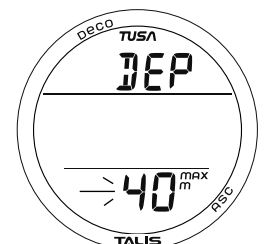

Abb. 32 - TIEFENALARM EINSTELLEN
**TIEFENALARM EINSTELLEN** Informationen beinhalten (Abb. 32):